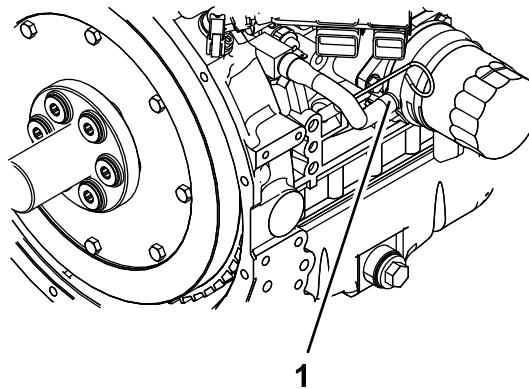

Figure 59
- 6. Débranchez le flexible de liquide de refroidissement du refroidisseur d'huile, et vidangez le liquide du bloc-moteur (Figure 59).